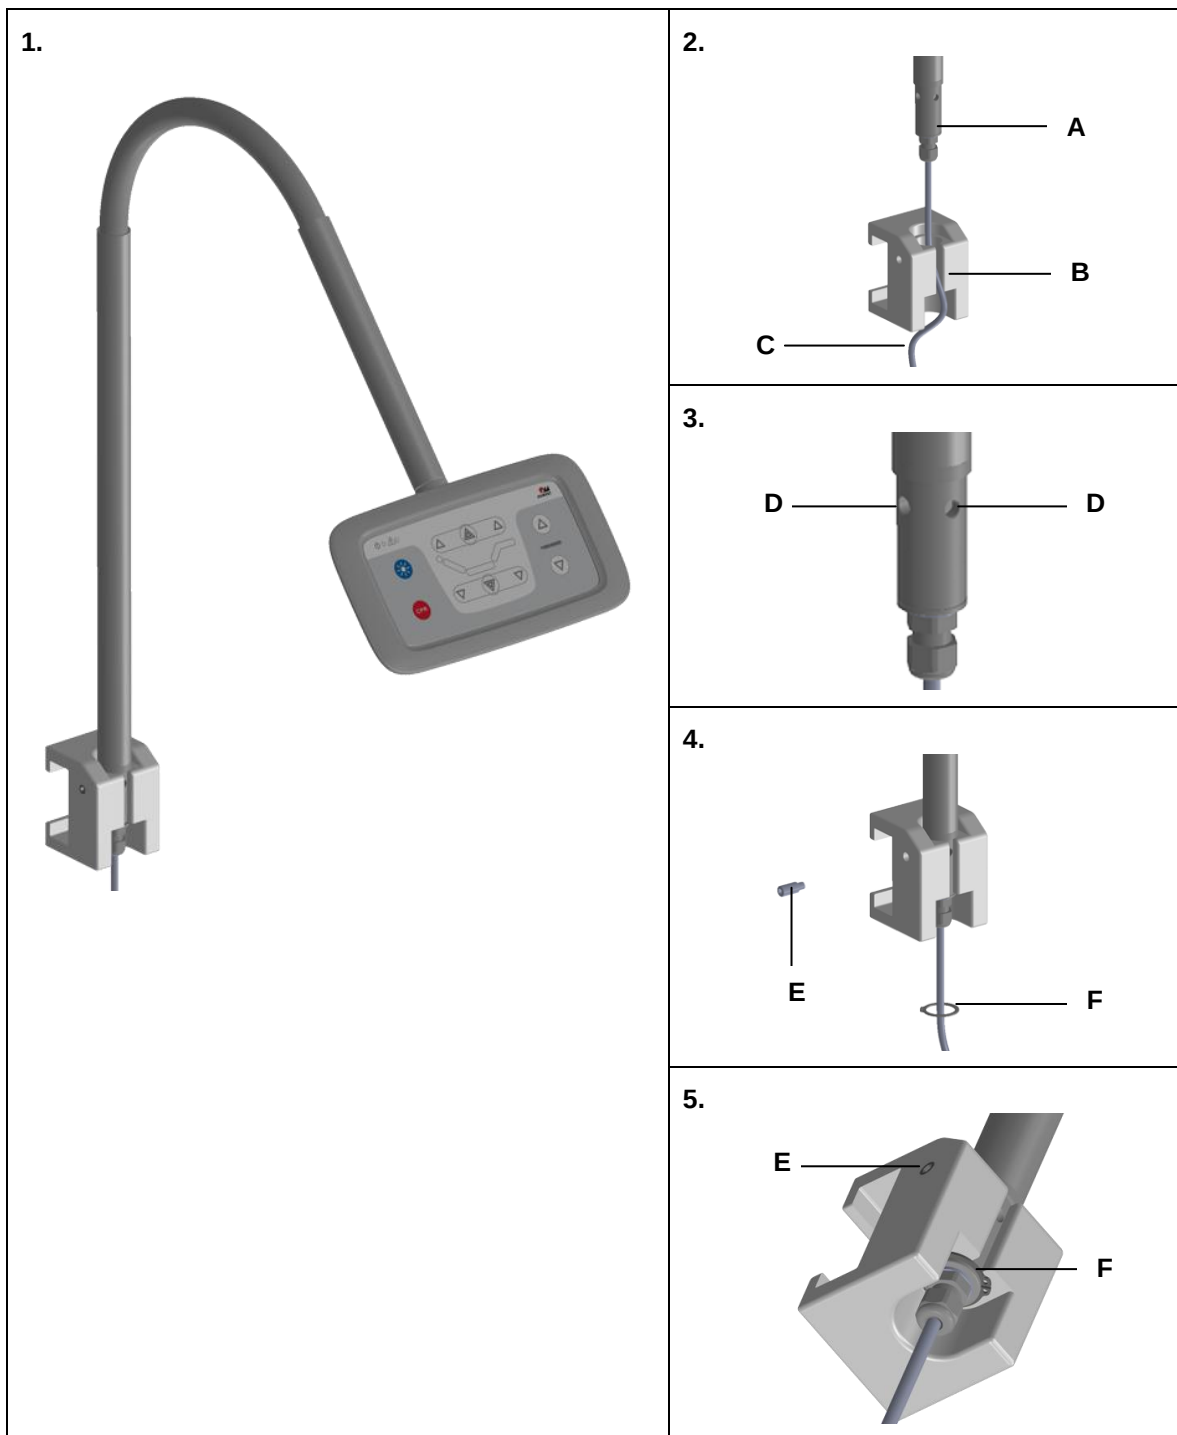

Abbildung 14 Beispiel: Befestigung vom IPROXX /FLEX /SAT (Abbildung: IPROXX /SAT)
- 1 Schieben Sie die Schwanenhalsbefestigung (A) bis unten in die Schwanenhalsaufnahme (B), fädeln Sie das Handschalterkabel (C) durch den Schlitz der Schwanenhalsaufnahme (B).
- 2 Schieben Sie den Sicherungsring (F) über das Handschalterkabel (C), montieren Sie diesen in der Nut der Schwanenhalsbefestigung ((A), siehe auch Abbildung 14), das Bediensystems IPROXX /FLEX /SAT lässt sich noch um 360° in der Schwanenhalsaufnahme drehen.
- 3 Zum Arretieren des Bediensystems IPROXX /FLEX /SAT (0°, 90°, 180°, 270°), muss dieser mit einem Gewindestift (E) durch die Schwanenhalsaufnahme (B) in der Arretierungsbohrung (D) gesichert werden. Der Gewindestift (E) muss bis zum Grund der Bohrung eingeschraubt werden.